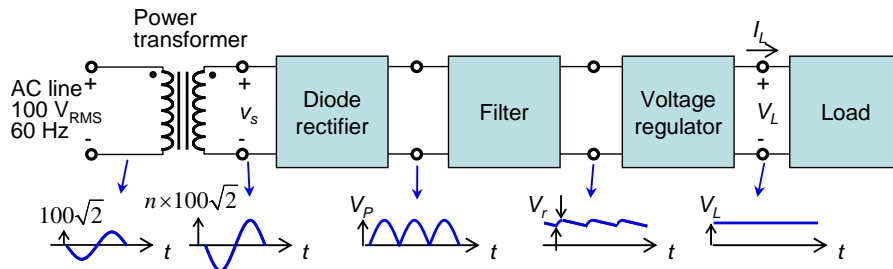
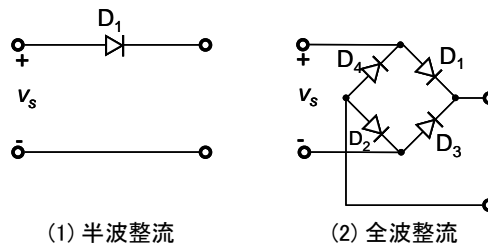
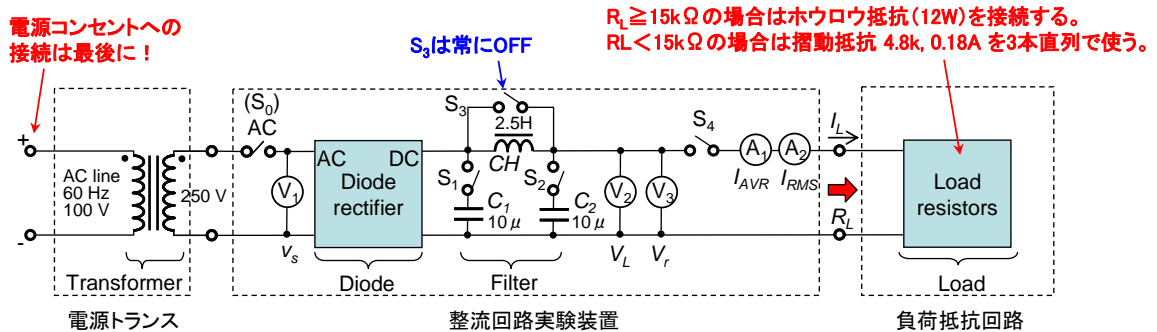
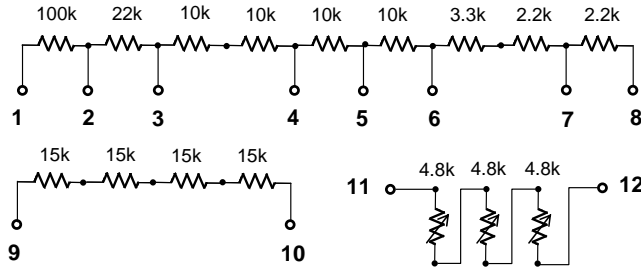

図 1. 整流回路のブロック図
図 2. ダイオード整流器
図4. 実験回路
図5. 負荷抵抗回路
一般的な整流回路のブロック図を図1に示す。実効値 100 V、周波数 60 Hz の電源コンセントから、直流出力電圧 V_L (通常 5-20 V が使用されることが多い) が負荷の電子回路に供給される。この際、AC 電源ラインの電圧変動や負荷電流 I_L の変動にかかわらず、直流出力電圧 V_L はできるだけ安定していることが望ましい。このために、幾つかの回路ブロックを連続させて実用的な整流回路を構成している。
ダイオード整流器には、図2に示す (1) 半波整流形 と (2) 全波整流形 の 2 種類がある。全波整流形はその形がホイートストンブリッジと類似していることからブリッジ整流器とも呼ばれる。いずれも入力電圧の極性を単極性に変換する役割を有する。
整流回路の特性指標には (1)電圧変動率 (2)リップル含有率 (3)波形率 があり、図1下の V_r 、 V_L および I_L を用いてそれぞれ次式で表わされる。図4に示すように、 $V_L = V_2$ 、 $V_r = V_3$ 、 $I_{L(RMS)} = A_2$ 、 $I_{L(AVR)} = A_1$ のことを示す。
測定回路を図4に示す。ダイオード整流器と平滑化フィルタは破線で囲まれた中央部分の整流回路実験装置に組み込まれている。この装置の前段には図1左側に示した電源トランス、後段には図5に示すような負荷抵抗回路を接続する。また、整流回路実験装置に実装する3種類の電圧計と2種類の電流計の詳細を表1に示す。
(1) 表3の使用器具一覧を見ながら図4の回路を作成する。使用する5つの電圧計と電流計の違いを表1の一覧でよく確認すること。ダイオード整流器には図2-(1)の半波整流回路を接続する。配線チェックを容易にするため+を赤色コード、-を黄色コードで配線すること。6. 注意事項と「過去のトラブル事例の記録」も良く読むこと。
(2) $I_L > 200 \text{ mA}$ で整流回路実験装置のヒューズが飛ぶので、常に接続しておく必要のある最低限の負荷抵抗値 R_L を計算で把握しておく。負荷抵抗 R_L は図4において矢印より右側を見込む負荷抵抗回路の合成抵抗値である。同様に熱電形電流計の最大定格電流と接続すべき最小負荷抵抗の値も把握しておくこと。
(1) 図4のダイオード整流器を図2-(2)ブリッジ整流回路に置き換え、半波整流の場合と同様に3種類の平滑化フィルタを使用した場合の特性を測定する。